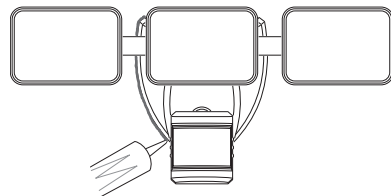

Figura 6
5. Calafatee alrededor de la placa de montaje y de la superficie de montaje con un sellador de silicona (vea la Figura 6).